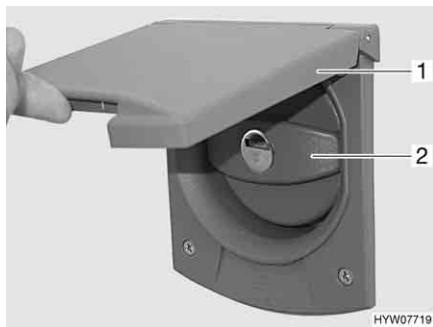

Fig. 60 Coperchio per bocchettone di riempimento dell'acqua potabile
- Alzare lo sportello esterno (Fig. 60,1) verso l'alto.
- Ruotare il coperchio blu (Fig. 60,2) di un quarto di giro.